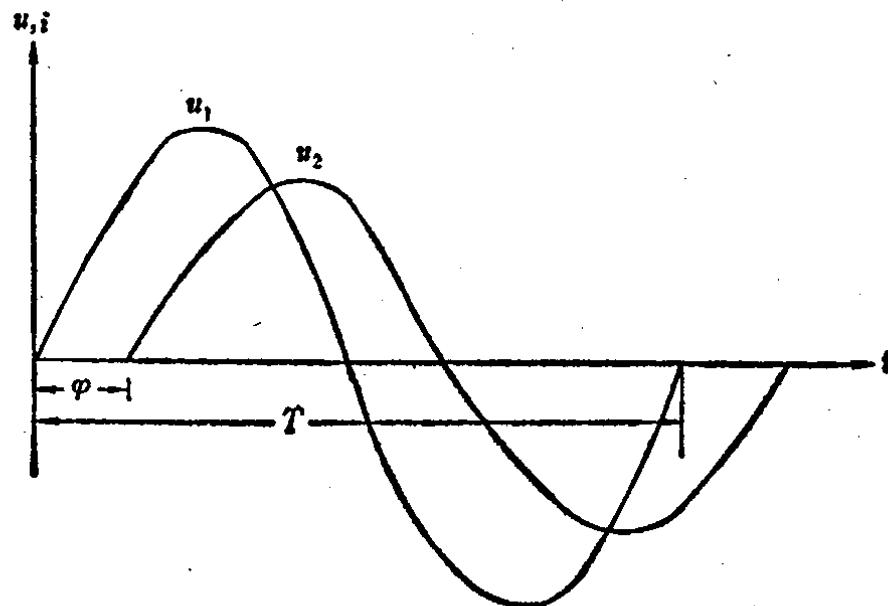

图 11 正弦交流电与变化周期
发电厂发出的电源以及生产与生活广泛使用的电源，都是按正弦规律变化的交流电（图11）。
(16) 周期、频率——交流电变化一个循环(由零→正最大值→零→负最大值→零)所需用的时间称为周期(图11)，用符号“ T ”表示，周期所用的单位是“秒”。
相位差——两个同频率正弦交流电的相位之差，叫做相位差，一般用 φ 表示(见图11)。